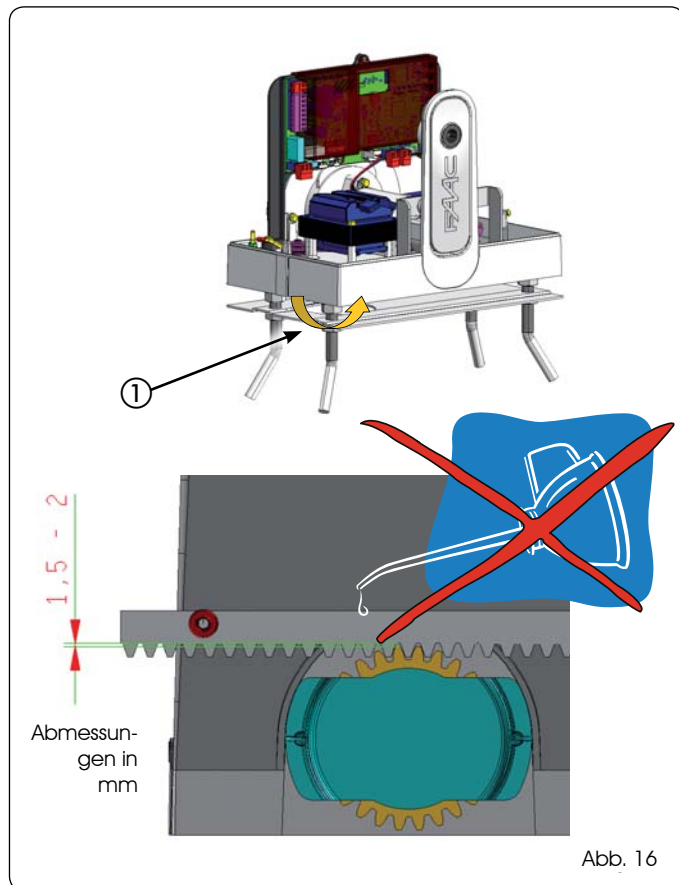

Abb. 16
-  **Nach Abschluss der Montage der Zahnstange muss der Getriebemotor um ca. 1,5 - 2 mm (Abb. 16) abgesenkt werden, um ein ordnungsgemäßes Eingreifen in das Ritzel zu gewährleisten. Hierzu die entsprechenden Muttern betätigen (Abb. 16 Bez. ①).**
-  **Kein Fett oder sonstige Schmiermittel zwischen Ritzel und Zahnstange verwenden (Abb. 16).**